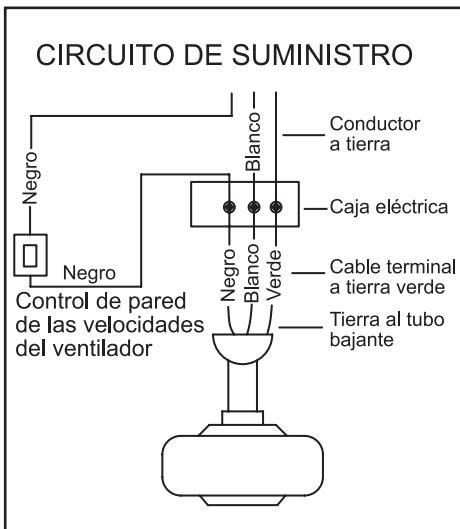

Figura 8
**Paso 1** Conecta el cable de alimentación (negro) del ventilador al cable negro del control de pared, como se muestra en la Figura 8.